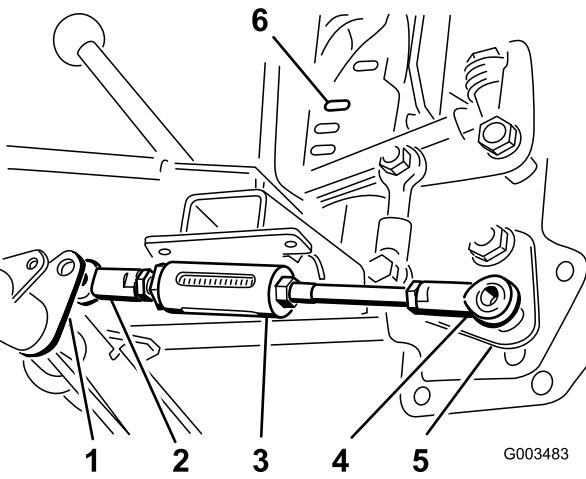

Рисунок 7
- Поместите шаровую опору короткого конца регулируемой тяги справа от рычага регулируемой тяги на шарнирной трубе (Рисунок 7).
- Поместите шаровую опору на длинном конце узла регулируемой тяги на шпильку на нижней стороне узла рукоятки подъема и свободно закрепите ее контргайкой (1/2 дюйма) Рисунок 7.